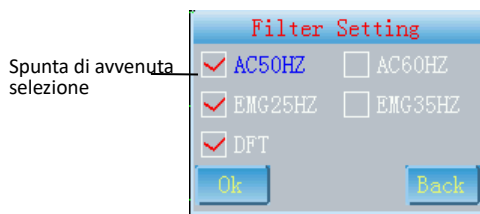

Fig. 7-3
1. **F** Accedere all'interfaccia "Filter Setting" (Impostazione del filtro) mostrata in Fig.7-3.